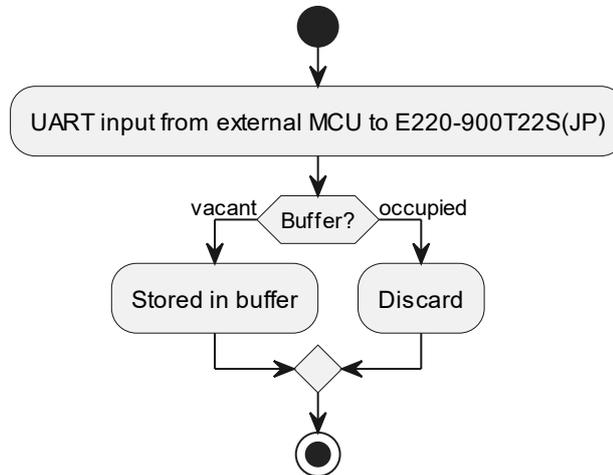

図 16 UART 入力データのバッファ格納フローチャート（ver.1 互換モード）
- MCU から本モジュールへの UART 入力時の内部送信バッファに関して ver.1 互換モードでは、MCU からの UART 入力データをそのまま内部送信バッファに格納します。UART 入力データのバッファ格納フローチャートを図 16 に示します。